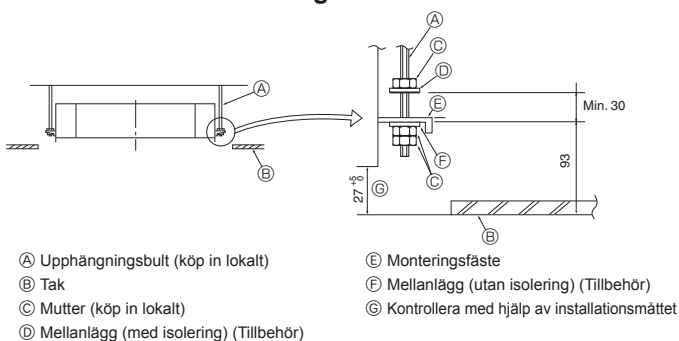

Fig. 4-5
① Träbyggnader
② Jämbetongsbyggnader
4.5. Procedur för upphängning av enheten (Fig. 4-5)